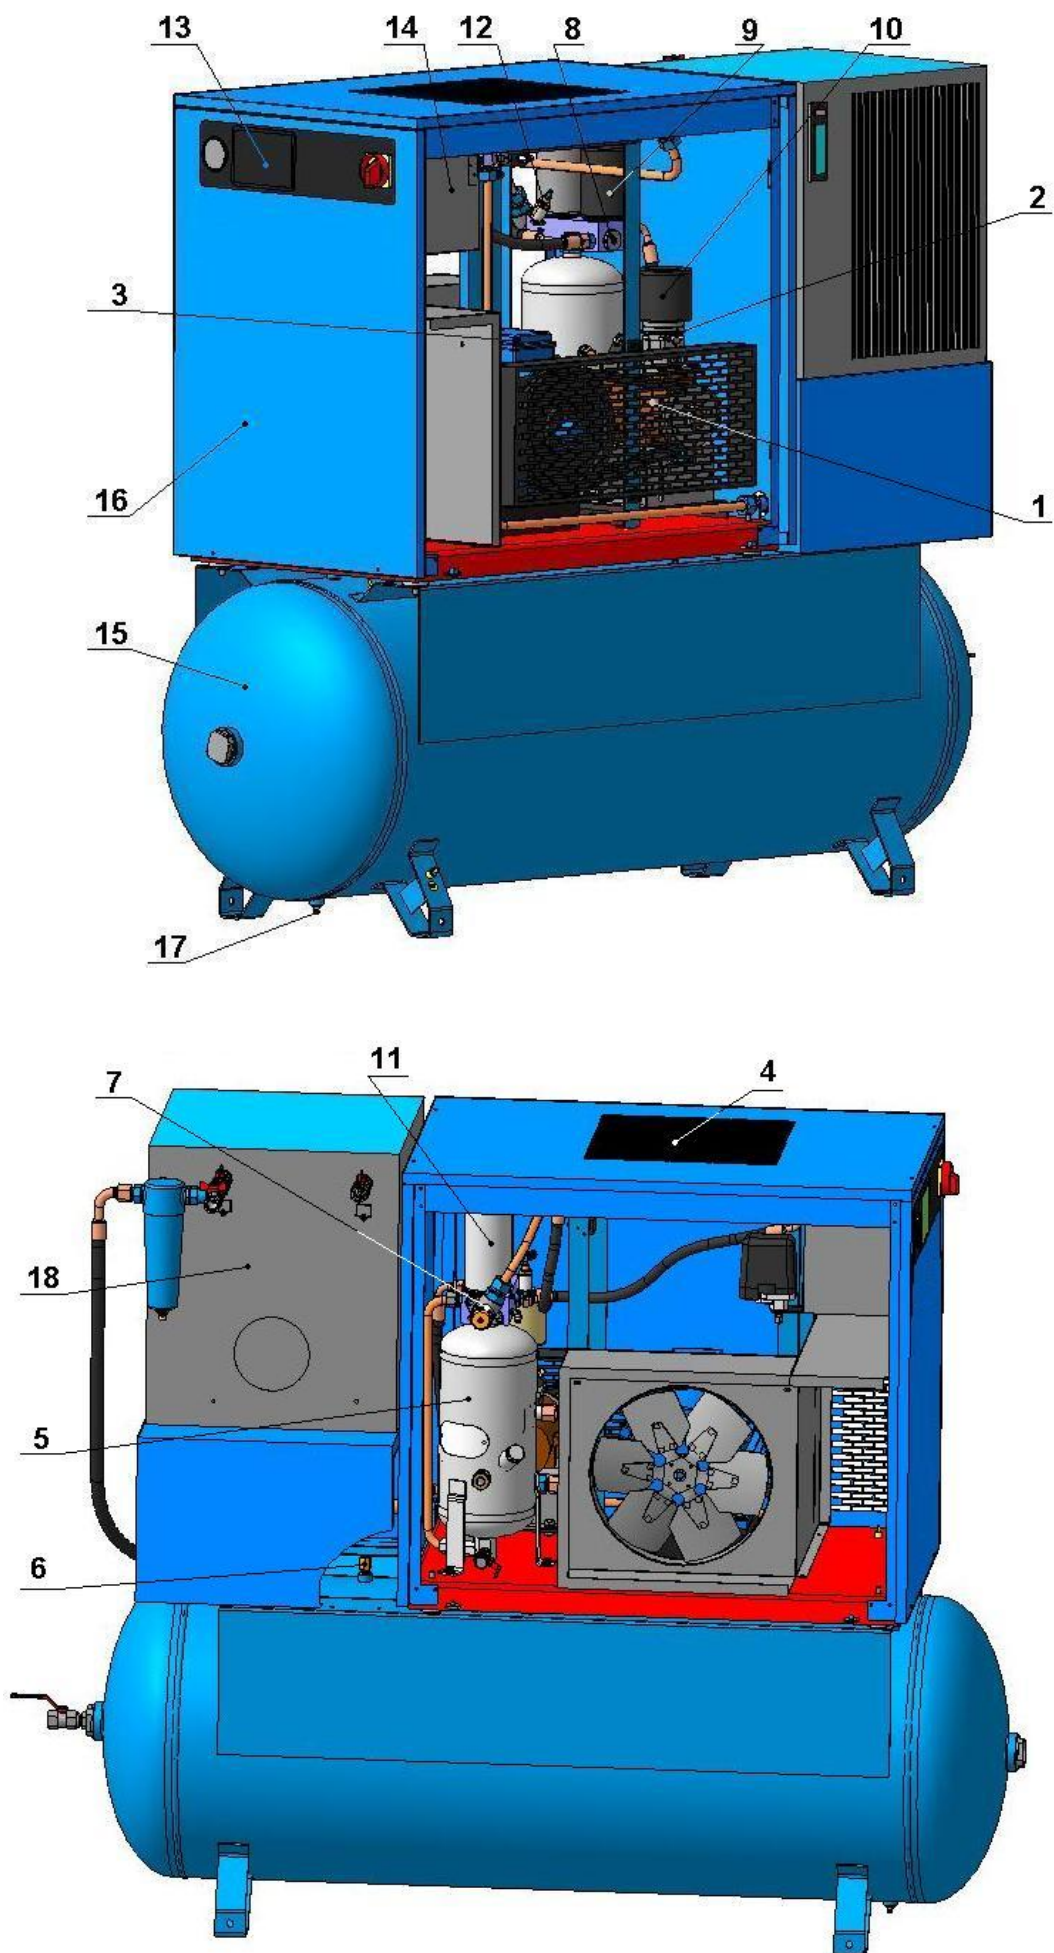

Рисунок 3 – Общий вид компрессорной установки (VK15E-...-500Д)
**18 –осушитель** (см. рисунок 3) предназначен для отделения влаги, содержащейся в сжатом воздухе.